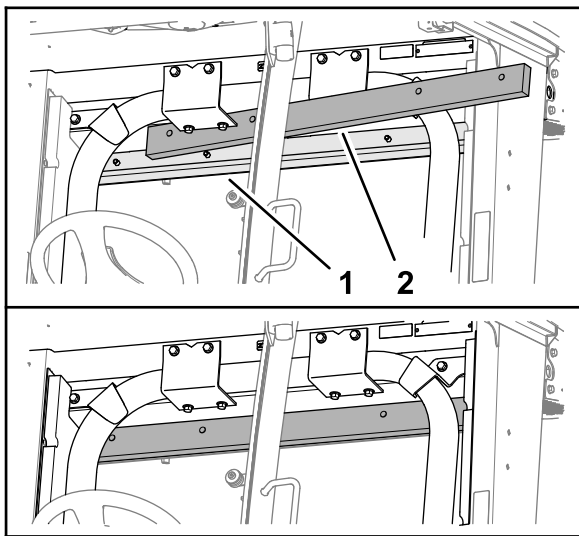

図 30
2. 天井用下側パッドの裏紙を剥がして、キャブの後窓の上部に貼り付ける 図 30。